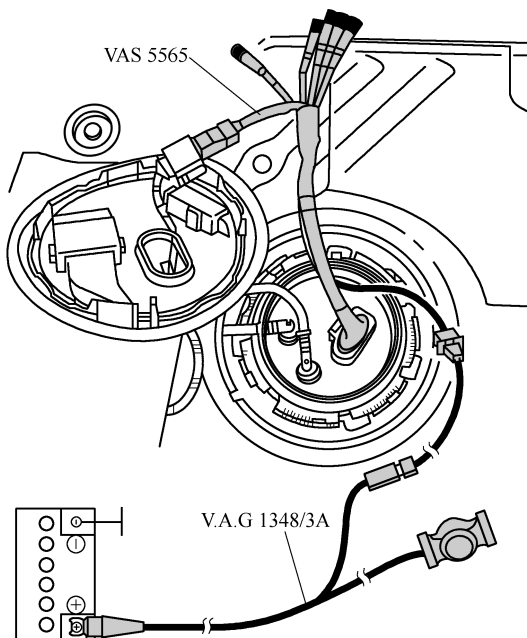

图 2-5-9 连接测试仪
2) 将测试仪适配器 DSO(5 端子)VAS5565 连接到燃油泵上,然后将喷油量测试仪 V. A. G1348 的遥控器 V. A. G1348/3A 连接到测试仪适配器 DSO(5 端子)VAS5565 和蓄电池正极(+),如图 2-5-9 所示。